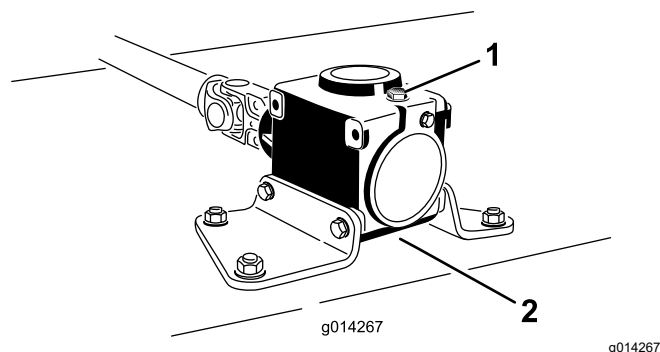

Рисунок 20
6. Извлеките щуп или снимите пробку заливной горловины в верхней части редуктора (Рисунок 20) и убедитесь в том, что уровень масла находится между отметками на щупе.
6. Извлеките щуп или снимите пробку заливной горловины в верхней части редуктора (Рисунок 20).